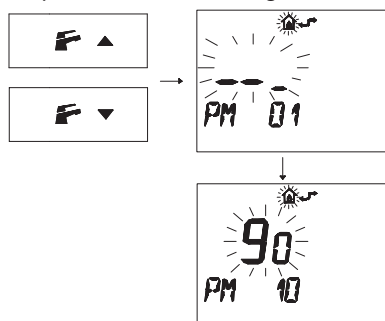

Figura 5.58
- Premere i pulsanti **F** ▼ o **F** ▲ per visualizzare la programmazione "PM10" selezione della frequenza di accensione (Figura 5.58).
Nella Figura 5.58 si visualizza un SET programmato di **90** corrispondente ad un tempo di riaccensione di 3 minuti circa.